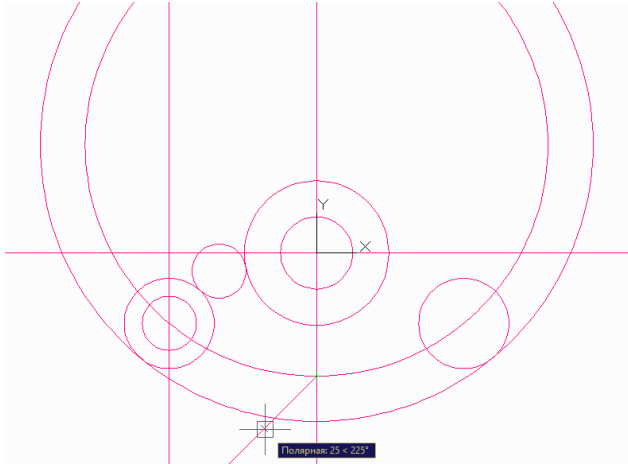

Рисунок 1.5 – Послідовність побудови графічної роботи «Плоский контур»
– зафіксувати курсором точку виходу променю (прив'язка *Intersection* (Перетин) → кут  $225^\circ$ ) (рис. 1.5);